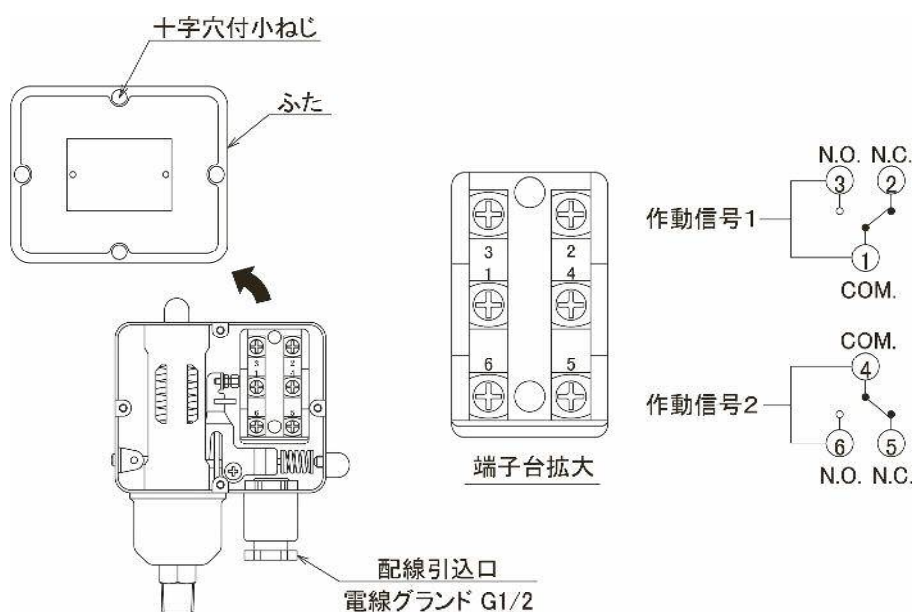

図14
仕様は下表のとおりです。この範囲内でご使用ください。2ab接点仕様ですので、a接点としての結線は下図14に示す端子番号①－③、または④－⑥に接続してください。端子台への配線引込口の電線グランドはG1／2です。